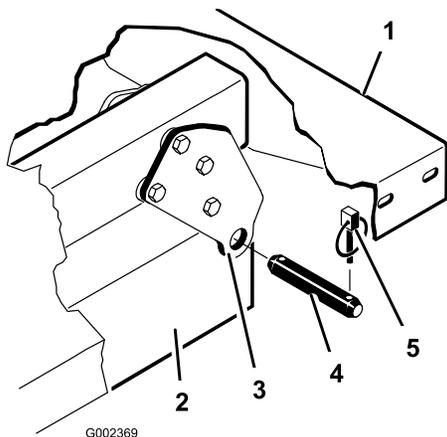

Figura 36
- Retire os pinos de forquilha que prendem as extremidades da haste do cilindro nas placas de montagem da caixa empurrando os pinos para dentro (Figura 36).
- Retire os pinos de sujeição e os pinos de forquilha que prendem os apoios da articulação nos canais da estrutura (Figura 36).
Nota: Verifique se as placas de articulação posteriores estão presas ao canal/estrutura do engate de forma a que os ângulos das extremidades inferiores fiquem alinhados com a parte traseira (Figura 36).
- Coloque a plataforma com cuidado no chassis, alinhando os orifícios posteriores da placa de articulação da plataforma com os orifícios do chassis traseiro e coloque (2) pinos de segurança e pinos de sujeição (Figura 36).
- Depois de baixar a plataforma, fixe as extremidades da haste do cilindro às respectivas ranhuras nas chapas de montagem da plataforma com um passador de forquilha e um pino de sujeição. Introduza o passador de forquilha na parte exterior da plataforma com o pino de sujeição virado para fora (Figura 36). As ranhuras posteriores são utilizadas na instalação da plataforma completa e as ranhuras frontais para a instalação da plataforma 2/3.